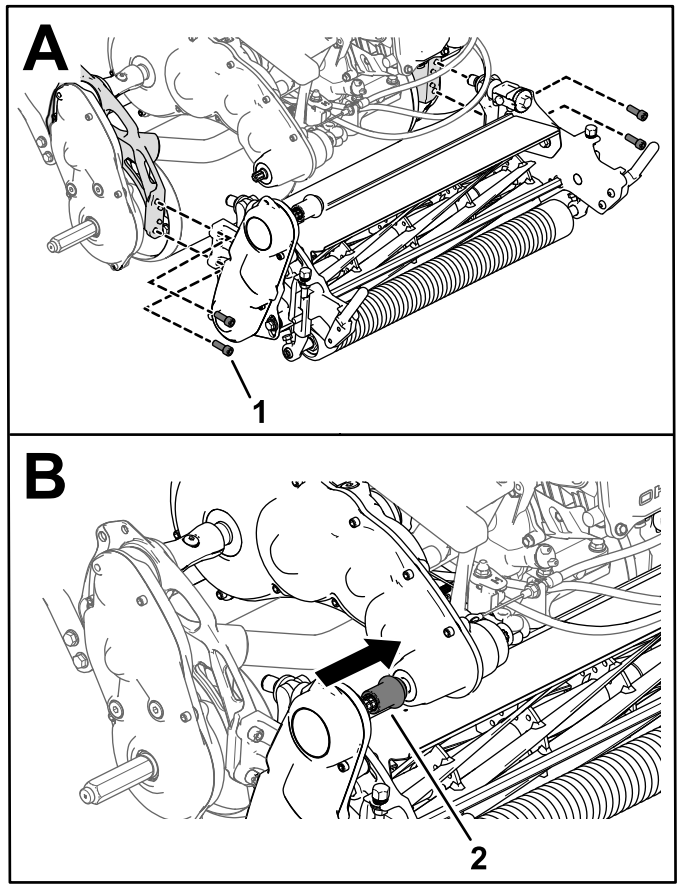

图 47
4. 将滚刀组驱动联轴器滑动到变速箱驱动轴上图 47。
3. 用 4 个六角头螺丝将滚刀组固定到机架上图 47。